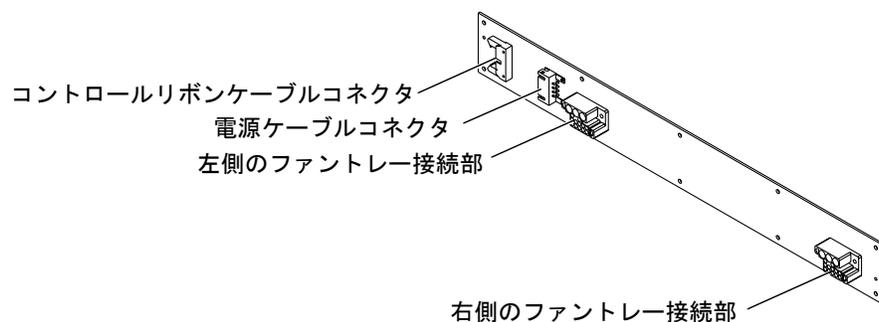

図 2-21 ファンバックプレーンの接続部
5. ファンバックプレートから、電源ケーブルコネクタおよびコントロールリボンケーブルコネクタを外します。詳細は、図 2-21 を参照してください。
3. ファンバックプレーンに、電源ケーブルコネクタおよびコントロールリボンケーブルコネクタを接続します。詳細は、図 2-21 を参照してください。